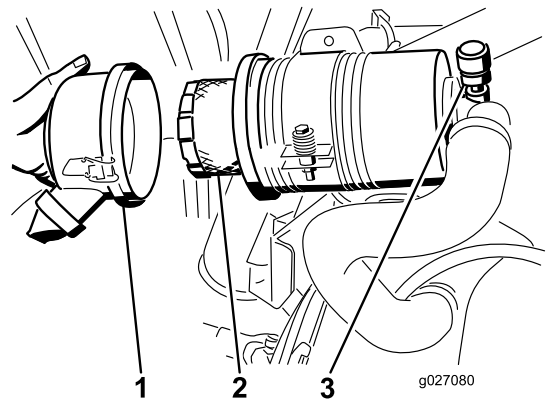

Figura 52
3. Retire e substitua o filtro (Figura 52).